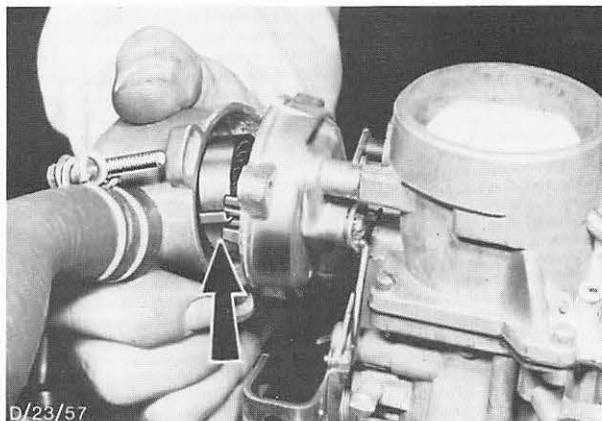

Abb. 113 Wassergehäuse der Startautomatik mit Thermofeder komplett abbauen.
4. Schrauben (3) entfernen, Wassergehäuse Startautomatik samt Thermofeder abbauen und vom Vergaser weglegen. Wassergehäuse-Dichtung entfernen. Abb. 113.